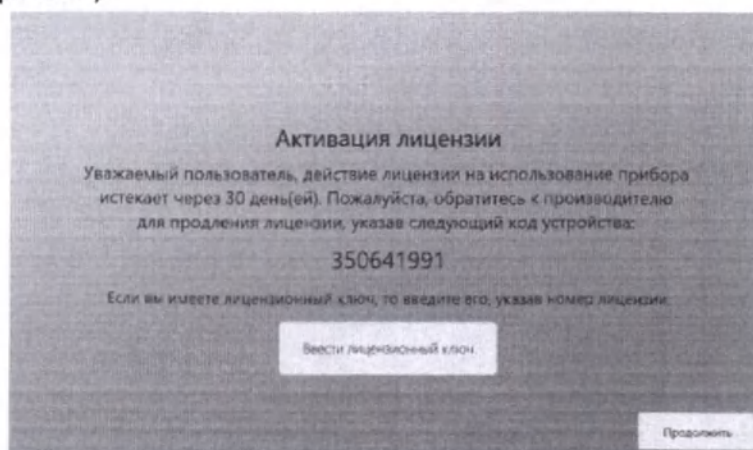

Рис.9.6 – Окно при активной лицензии
9.1.6. Если при включении Прибора на экране появляется окно вида как на рис.9.6 и кнопка «Продолжить» активна (подсвечена цветом и пользователь может на нее нажать), то это означает, что лицензия на приборе активна, и вводить лицензионный ключ нет необходимости (рис.9.6).